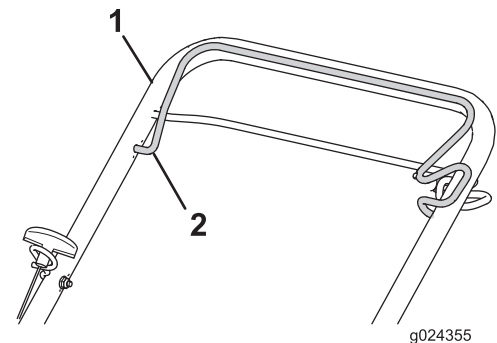

Bild 16
3. Halten Sie den Schaltbügel gegen den oberen Bügel (Bild 16).